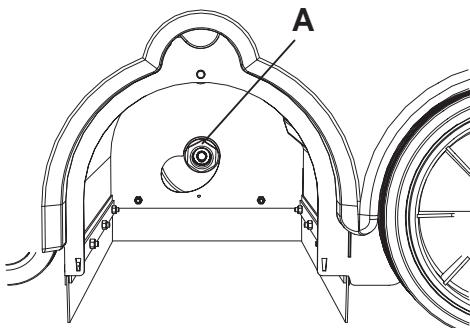
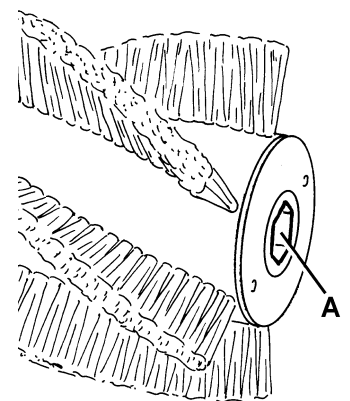

Abbildung 8
Abbildung 10
9. Prüfen, dass die Nabe (A, Abb. 8) frei von Schmutz und Gegenständen (Leinen, Lappen, usw.) ist, die zufällig aufgerollt wurden.
11. Die neue Hauptkehrwalze in die Maschine einsetzen und sicherstellen, dass die Einrastvorrichtung (A, Abb. 10) in die entsprechende Nabe (A, Abb. 8) eingefügt wird.